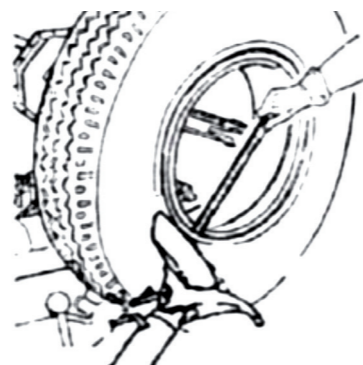

Рис. 17.
5. С помощью лома уложите кольцо на край обода и проверните вал (рис. 17).